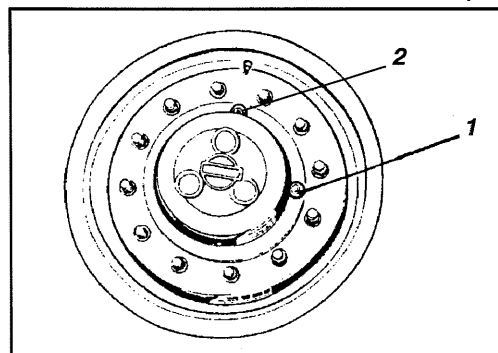

Fig. 51 Cubos planetários/posição de enchimento
- * Feche a capa de protecção dos instrumentos na coluna da direcção. Cubra o cilindro inteiro com uma capa protectora. A capa deve ser mantida afastada do chão (ver fig. 51). Se possível, estacione o cilindro num recinto fechado, de preferência num edifício com uma temperatura amena.